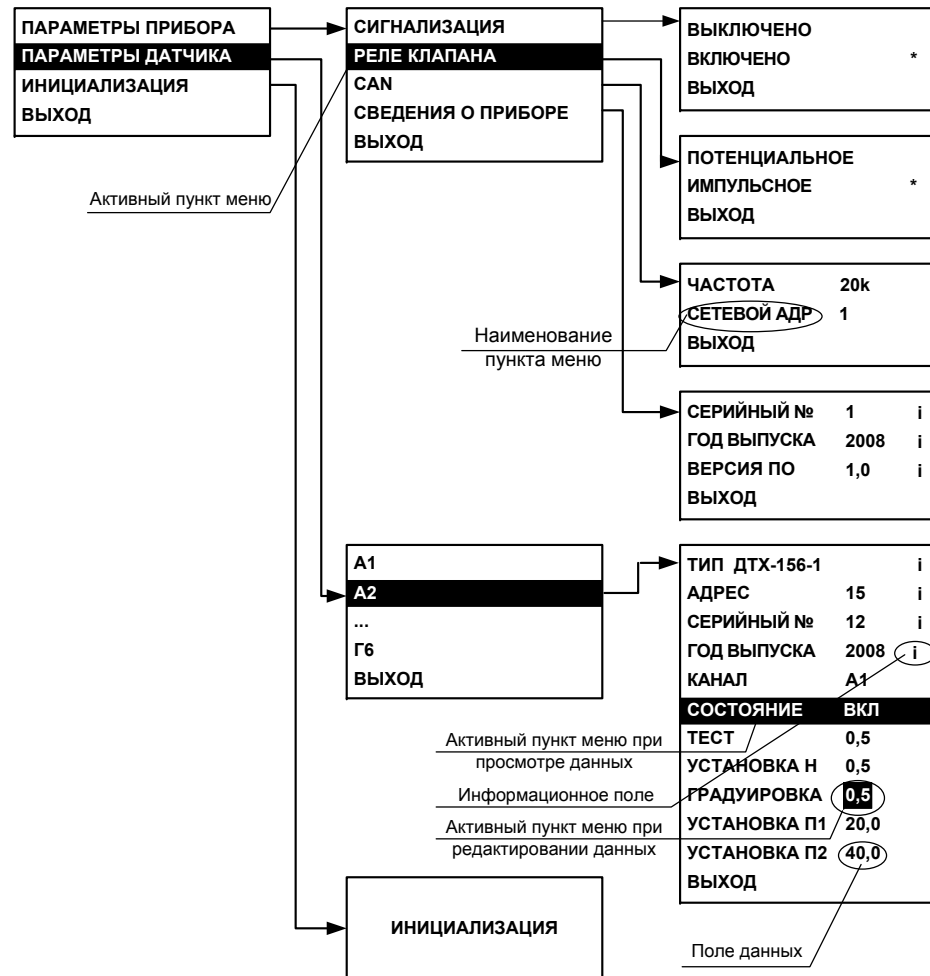

Рисунок 1 – Функциональное состояние показаний сигнализатора
3.3.2.5 При выполнении регламентных и ремонтных работ возможна ситуация, когда к сигнализатору подключается новый датчик или группа датчиков. В этом случае необходимо провести инициализацию (см. рисунок 1).